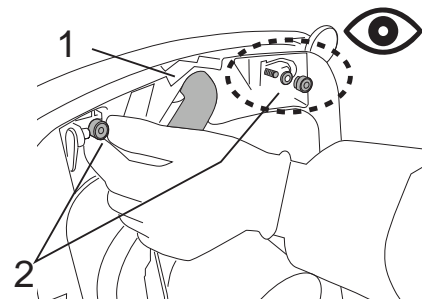

Fig.39
- Afmonter indsugningsmanifolden fra svaberen (Fig.39-Ref.1).
- Skru knopperne af (Fig.39-Ref.2).